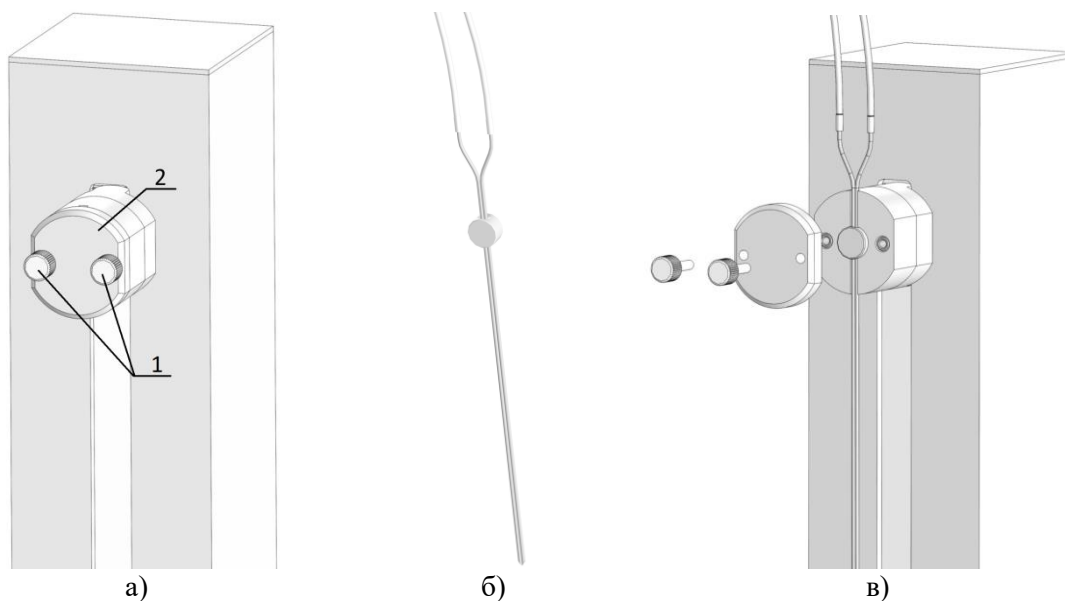

Рисунок 2. Установка иглы отбора пробы
2.3.2.1. Выкрутить винты 1 и снять крышку 2 рис. 2а.
2.3.2.2. Подключить трубки отбора пробы и барботаж к игле отбора пробы, если они не были подключены рис. 2б. Для АПП для модификаций АЛМАЗ N подключается только трубка подачи пробы (для АЛМАЗ NC/C игла сдвоенная, для АЛМАЗ N – одинарная).
2.3.2.3. Установить иглу как показано на рис. 2в.